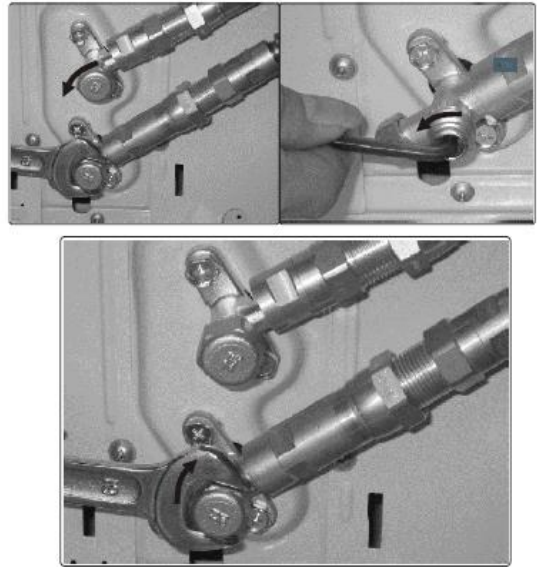

Abb. 6.6
6. Sie die Innensechskantschraube mit dem 5mm Innensechskantschlüssel bis zum Anschlag gegen den Uhrzeigersinn drehen. Wenn das Ventil nicht komplett geöffnet wird kann es zu Störungen oder Schäden der Anlage führen. Montieren Sie wieder die Abdeckkappe und ziehen sie fest um sicher zu gehen das sie gut abdichtet. Siehe Abb. 6.6